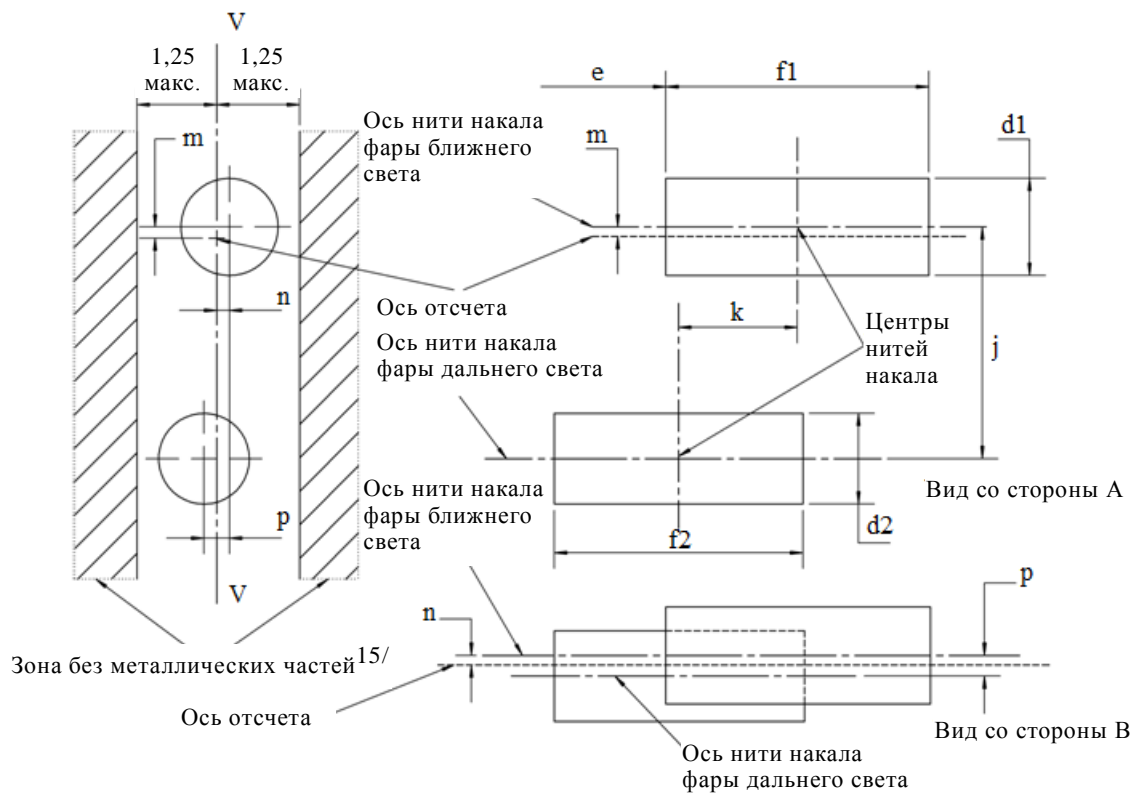

Рис. 6
- ^{15/} Зона без металлических частей ограничивает положение подводящих проводов в пределах оптического пути. В заштрихованной зоне, показанной на рис. 6, не должно быть никаких металлических частей.